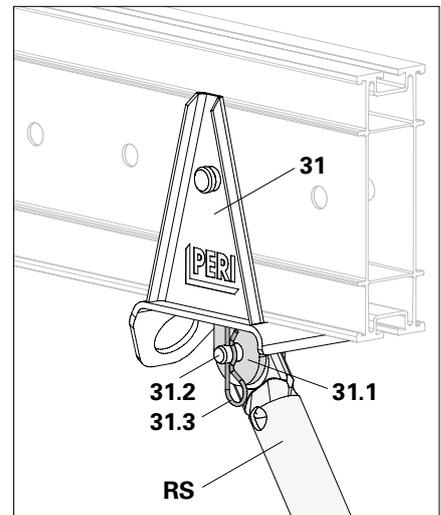

Fig. A8.02
- Connecter l'étais tirant-poussant (RS) et les cosses de connexion (**31.1**) avec des boulons (**31.2**) et des goupilles de sécurité (**31.3**). (Fig. A8.02)